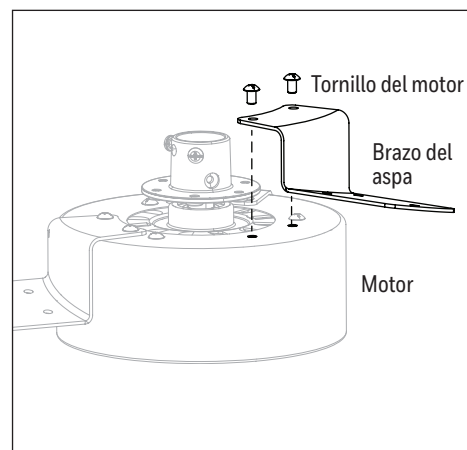

Figura 2.3
3. Retire los 6 tornillos del motor con cabeza Phillips desde la parte superior del motor. Instale el brazo del aspa al lado superior del motor con los tornillos del motor. Apriete con un destornillador Phillips (no se incluye). Repita este paso para las aspas restantes y los brazos de las aspas (Figura 2.3).